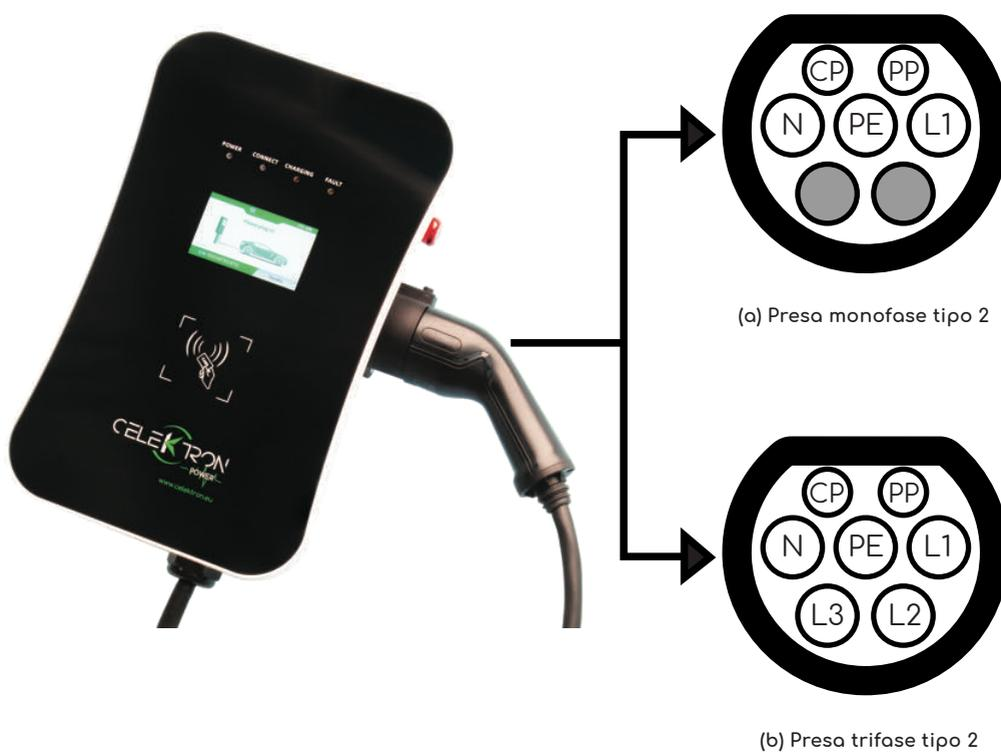

Fig. 3-2 Schema di presa e spina di tipo 2
- Il connettore di ricarica delle stazioni Celektron delle serie CK ottempera le direttive dell' IEC 62196-2, tipo 2 (schema mostrato in Fig. 3-2).